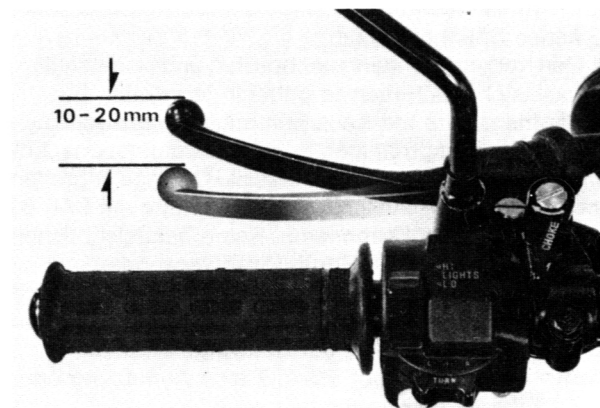
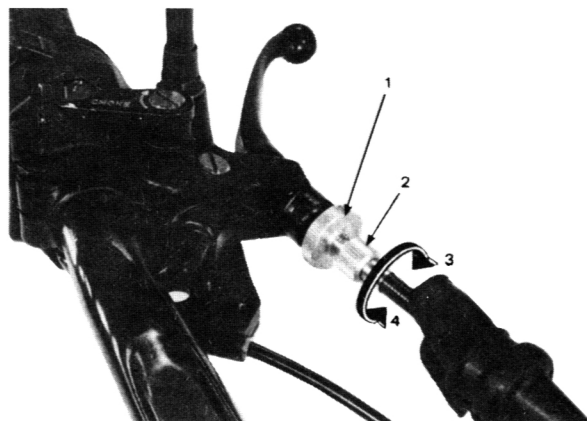

Bild 19
Bild 20
Das Kupplungsspiel am Ende des Kupplungshebels messen. Es sollte zwischen 10 und 20 mm liegen (Bild 19). Die Einstellung unter Bezug auf Bild 20 wird wie folgt vorgenommen:
- Kleinere Einstellungen können nun durch Drehen der Einstellschraube und Kontermutter am Kupplungshebel vorgenommen werden (Bild 20).